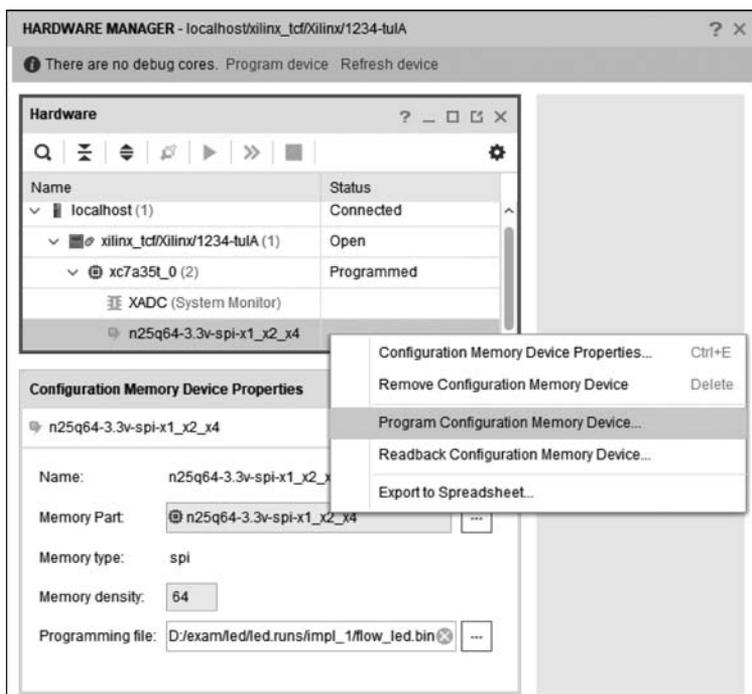
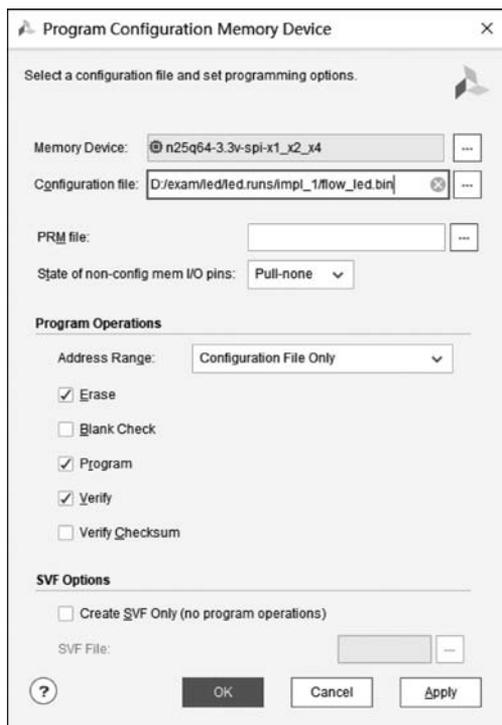

图 3.32 选中 Flash 芯片
图 3.33 对 Flash 芯片编程
(5) 在 HARDWARE MANAGER 对话框中(如图 3.32 所示), 选中 Flash 芯片 n25q64-3.3v, 右击选择 Program Configuration Memory Device, 弹出如图 3.33 所示的对话框, 确认配置文件为 flow\_led.bin, 单击 OK 按钮, 完成对 Flash 芯片的编程。